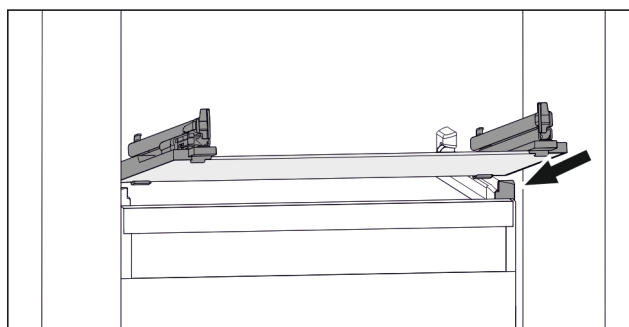

Fig. 150 Príklad zobrazenia sklenenej dosky
- Nasadte sklenenú dosku šikmo za zádržkami. (pozri Fig. 150)